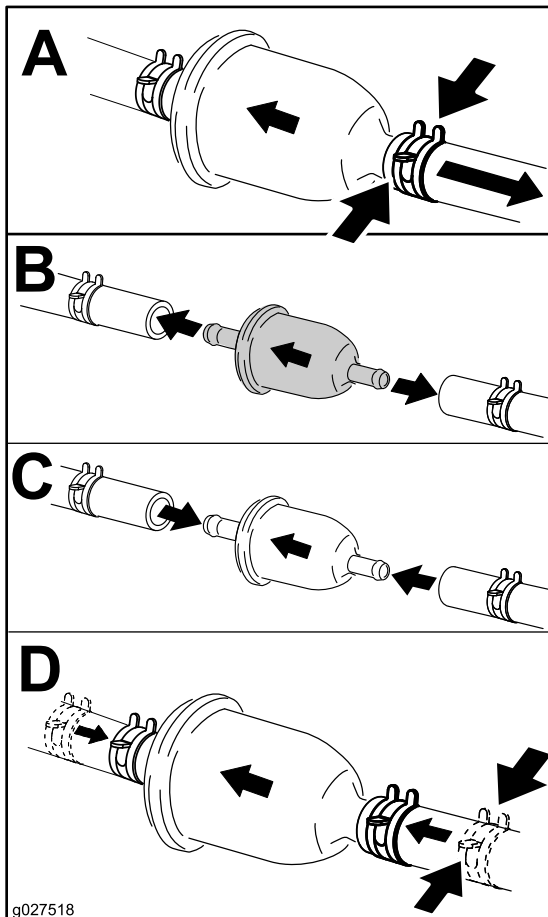

Figure 52
4. Remplacez le filtre à carburant comme montré à la Figure 52.